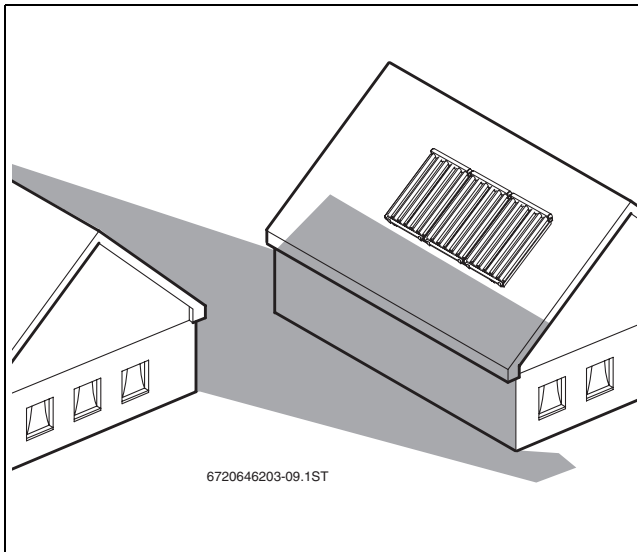

Bild 14 Beschattungen vermeiden
- Beschattungen des Kollektorfeldes durch Nebengebäude, Bäume usw. vermeiden (→ Bild 14).